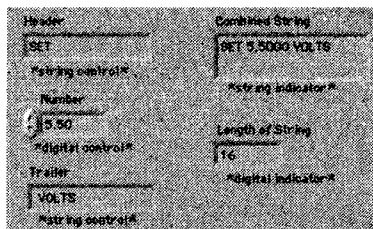

Рис. 9.13
1. Создайте лицевую панель, как показано на рис. 9.13. Виртуальный прибор объединит данные двух строковых и числового индикатор в одну выходную строку, которая будет демонстрироваться на элементе отображения строковых данных. Числовой индикатор покажет ее длину.